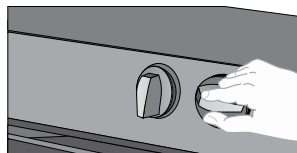

Figura 25
- Presione la perilla y gírela hasta una de las cinco posiciones de temperatura especificadas sobre la tapa de control según sus necesidades (Ver figura 25).